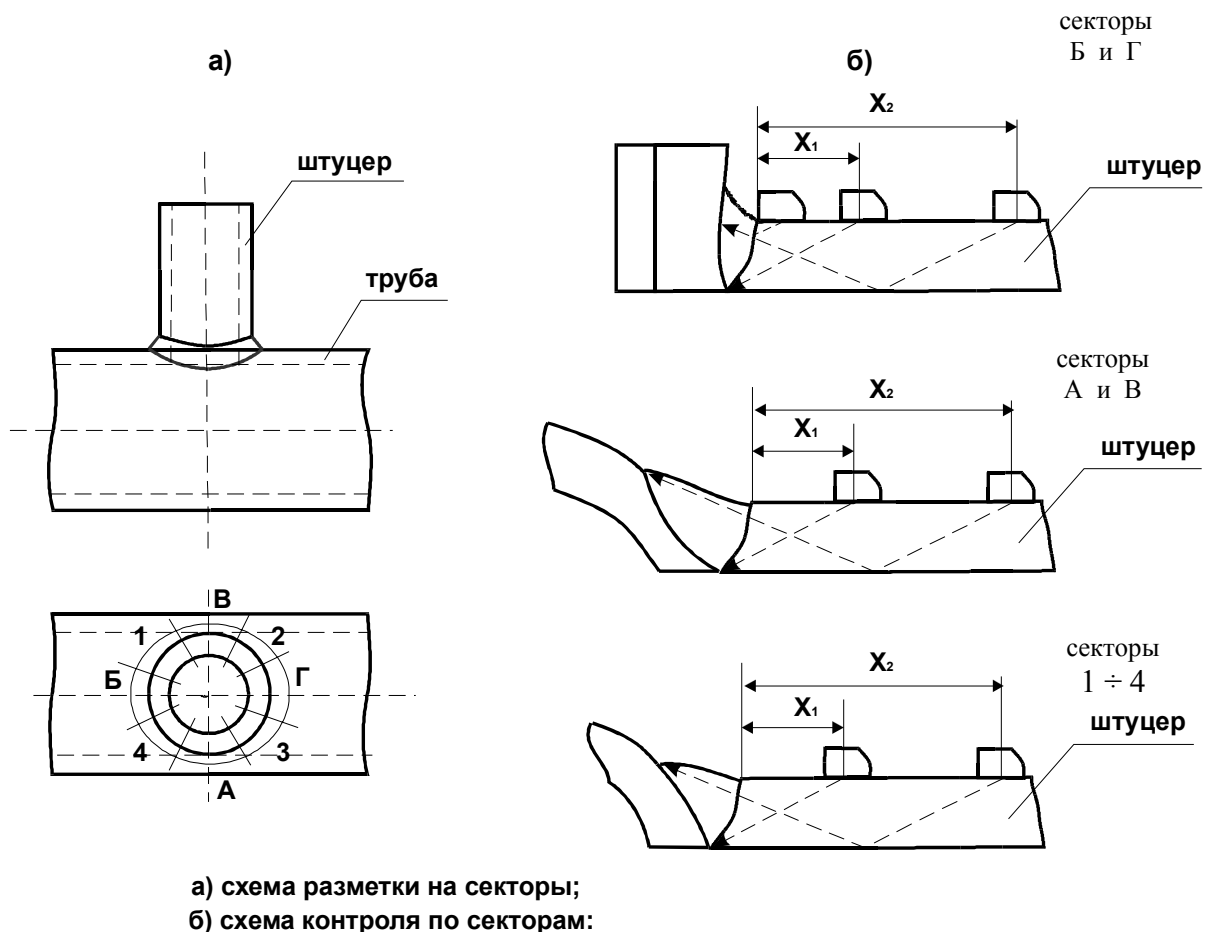

Рисунок 6.6
6.3.5 При контроле угловых сварных соединений цилиндрических (трубных) элементов выбор схемы контроля зависит от соотношения диаметров приваренного патрубка и обечайки (трубы). Типичный пример углового соединения представлен на рис. 6.6 - вварка штуцера в трубу.
6.3.6 Особенностью контроля подобных сварных соединений является то, что угол между свариваемыми поверхностями меняется от секторов А,В к секторам Б,Г в сторону увеличения, которое может достигать 30° и более (см. рис. 6.6).
Ширина валика усиления также меняется в различных секторах: в секторах А и В она может быть в 1,5 раза больше, чем в секторах Б и Г, поэтому при сканировании следует учитывать, что при попадании прямым лучом в корень и однократно отраженным - в усиление шва - расстояния x_1 и x_2 (рис. 6.6б) по поверхности контролируемого изделия будет неодинаковым в различных секторах шва, и определяются они расчетным путем.